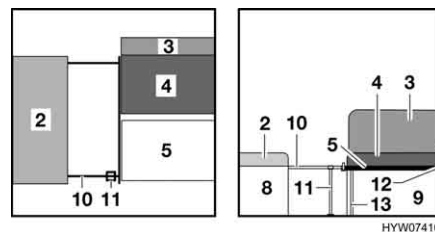

Bild 114 Während des Umbaus
- Die Stütze (Bild 114,11) aus der Halterung in der Längssitzbank nehmen.
- Die Bettkasten-Verlängerung (Bild 114,10) an der Längssitzbank bis zum Anschlag herausziehen.
- Die Stütze (Bild 114,11) an der Seite, an der die Bettkasten-Verlängerung nicht an der Mittelsitzbank aufliegt, unter die Bettkasten-Verlängerung stellen.
- Das Sitzpolster (Bild 114,2) wieder auf die Längssitzbank legen.